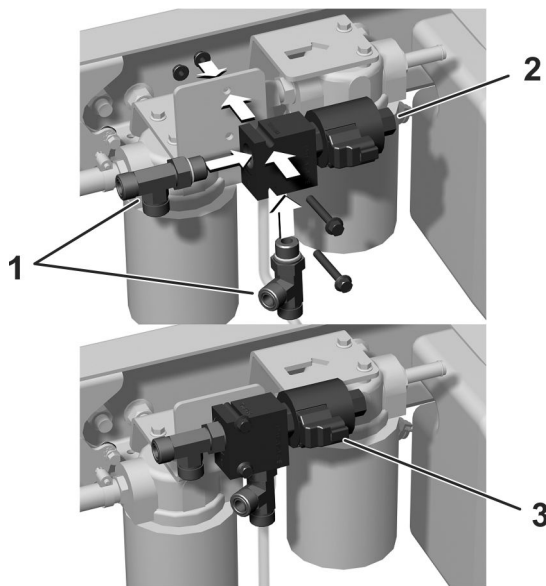

Figura 12
1. Monte sem apertar as duas uniões em T na válvula (Figura 12).
2. Monte a válvula no suporte da estrutura com dois parafusos de cabeça flangeada (¼ pol. x 1 7/8 pol.) como se mostra na Figura 12.
3. Instale o conector elétrico à ligação na válvula (Figura 12).